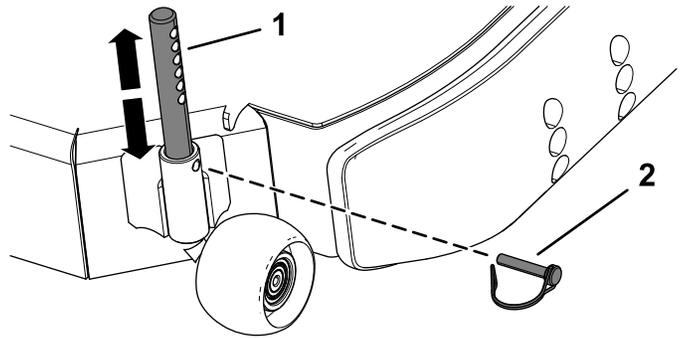

Figure 32
- Retirez les goupilles de blocage de l'axe du galet (Figure 32).
- Montez ou descendez la goupille du galet à la position voulue puis fixez-le en place avec la goupille de blocage (Figure 32).